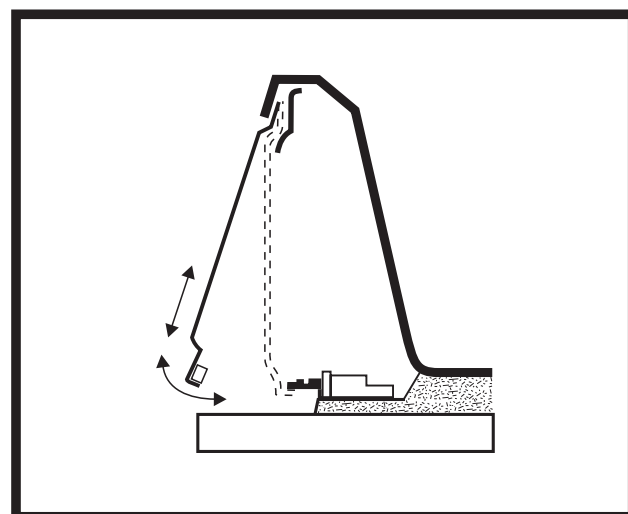

FIG. 8
f) El lateral deberá colocarse una vez que la bañera haya sido instalada. Para sacar el lateral de la bañera, levántelo 1 cm. y tirelo hacia afuera, se requiere a lo menos 20 cm. libras al frente de la bañera para retirar el lateral. (fig.8)